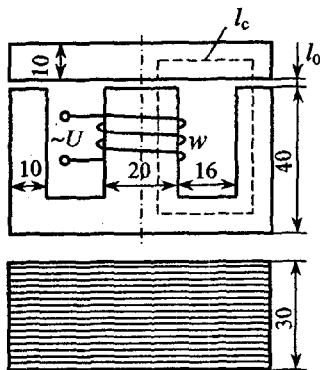

Рис. 2.5
**Задача 2.6.** Катушка с сердечником из электротехнической стали 1511 (рис. 2.5) имеет число витков  $w = 360$  и питается синусоидальным напряжением  $U = 60$  В частотой  $f = 50$  Гц. Кривая намагничивания стали задана табл. 2.2 (для  $H$  приведены действующие значения).